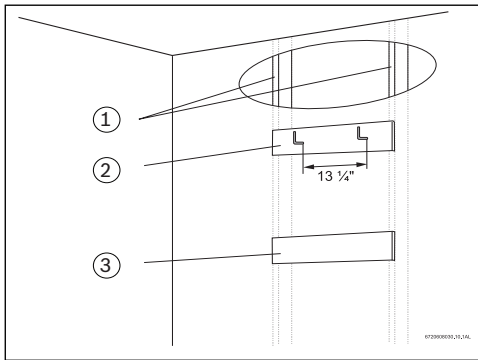

Fig. 7 Planches de soutien
Dans le cas d'un mur à poteaux d'ossature murale et plaques de plâtre, il est recommandé de fixer d'abord sur une paire de poteaux une ou plusieurs planches de soutien, faites soit de tasseaux de 1x4 po, soit de contreplaqué d'au moins 1/2 po, puis d'accrocher le chauffe-eau sur ces planches. Voir la Fig. 7.
- Fixez les deux pitons aux poteaux d'ossature murale ou aux planches de soutien, à 13 ¼ po l'un de l'autre (voir la Fig. 7).